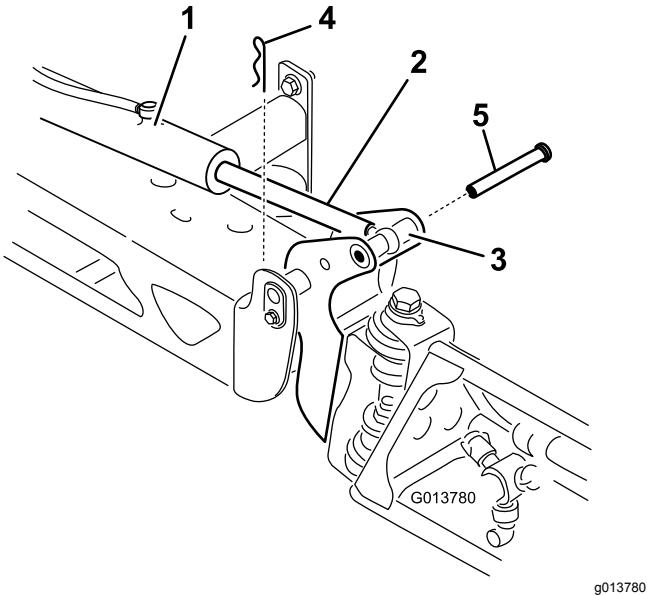

図 93
2. ピボットピンからコッターピンを抜き取る図 93。
3. ブームを持ち上げて、ピンを外し図 93、ブームをゆっくりと床面に降ろす。
9. ブームを支えながら、ブームのピボットとアクチュエータロッドにピンを通す(図 93)。